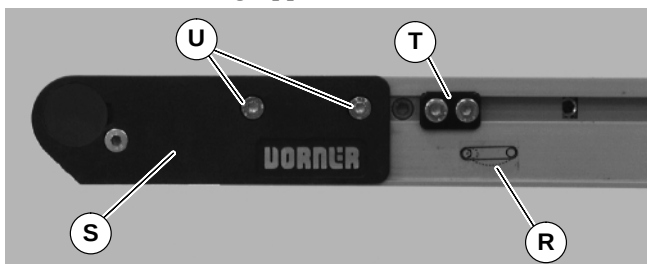

Abbildung 5
2. Am Spannende des Förderbandes, das mit einem  Etikett gekennzeichnet ist (R siehe Abbildung 5), vordere Deckplattengruppe hineindrücken (S): Zu beiden Seiten des Förderbandes die Spurführungsnocken lockern (T) (falls damit ausgestattet) und von den vorderen Platten weg bewegen, dann die Befestigungsschrauben lösen (U), und vordere Plattengruppe nach innen schieben.
7. Falls mit Spurführungsnocken ausgestattet, (T siehe Abbildung 5), Spurführung anpassen. Siehe „Spannen des Gurtes“ auf Seite 16.